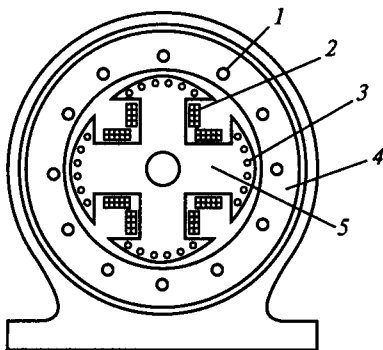

Рис. 229
**9.65.** Для какой из частей синхронной машины на рис. 229 неправильно указан материал, из которого она изготавливается?